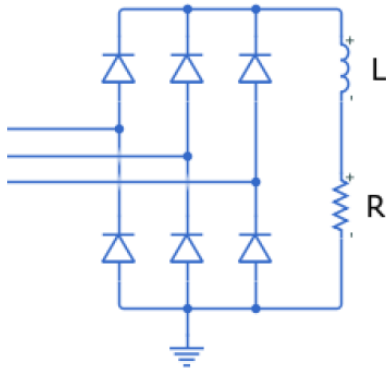

Figura 1
1. Para el rectificador de la figura 1 con: $V_f=25(a+b+c)V$; $f=60\text{Hz}$ $R=8(a+b)\Omega$; $L=(2b+c)\text{mH}$; determinar: a) Las tensiones V_{dc} , V_{ac} y V_{rms} , b) las corrientes, I_{dc} , I_{ac} e I_{rms} , c) Las corrientes eficaces de línea y de diodo, d) la potencia, el factor de potencia la eficiencia y el FR para tensión y corriente, e) definir las especificaciones del puente rectificador. Dibujar las señales de salida. Realizar la simulación, verificar los resultados, calcular los parámetros no medidos y calcular los errores de todos los valores medidos respecto a los simulados, mostrando los datos en una tabla. Deben mostrar las señales de simulación: V_o , I_o , I_d e I_L